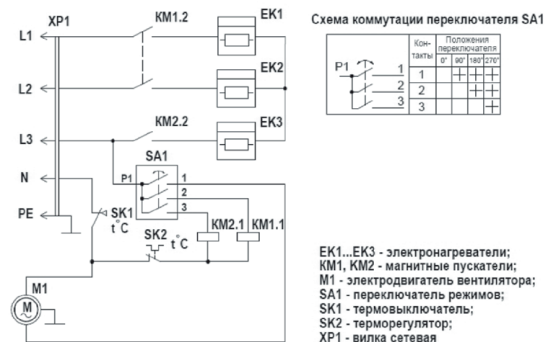

Рис. 2
5.5 Электрическая схема тепловентилятора (Рис. 2).